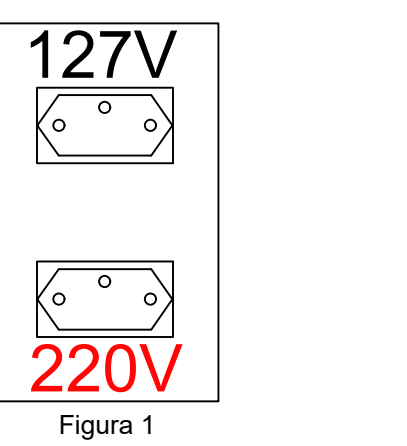

Figura 1
- As tomadas e pontos de força existentes em projetos deverão ter em seus espelhos a origem de sua alimentação, ou seja, o circuito a qual pertencem, comando e também de qual quadro é derivado. E também plaquetas com a identificação do nível de tensão, como demonstra a "Figura 1";
- Todos pontos de tomada de uso geral duplo possuem dois circuitos de força, um sendo alimentado em tensão monofásica (127V) e outro sendo alimentado em tensão bifásica (220V) como mostra a "Figura 1";